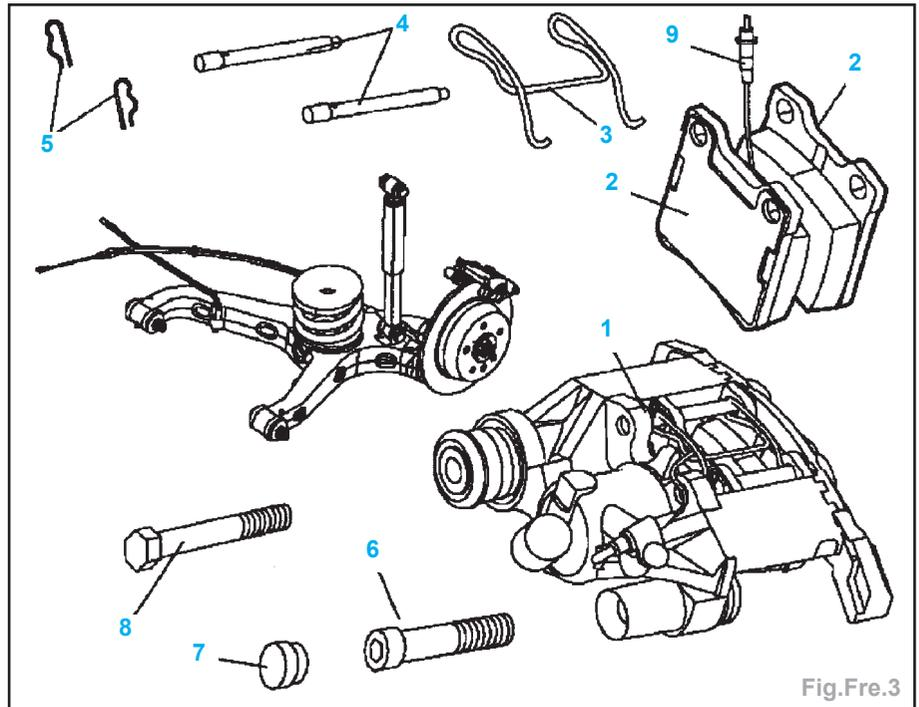

Fig.Fre.3
- Retirer l'agrafe de sécurité (5) des goupilles de guidage (4) (Fig.Fre.3).
- Chasser les goupilles de guidages (4) hors de l'étrier de frein (1).
- Déposer le ressort de maintien (3).
- Retirer le transmetteur indicateur d'usure de plaquette de frein (9) du connecteur.
- Déposer les plaquettes de frein (2).
- Desserrer le flexible de frein de l'étrier de frein (1) (Fig.Fre.3).
- le couvercle de fermeture (7) (Fig.Fre.3),
- l'étrier de frein (1),